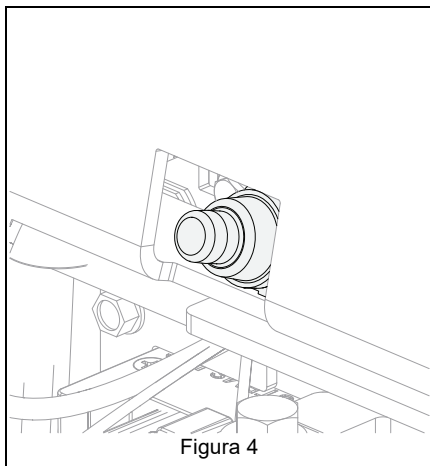

Figura 4
2. Individuare l'interruttore del pad. Vedere Figura 4.